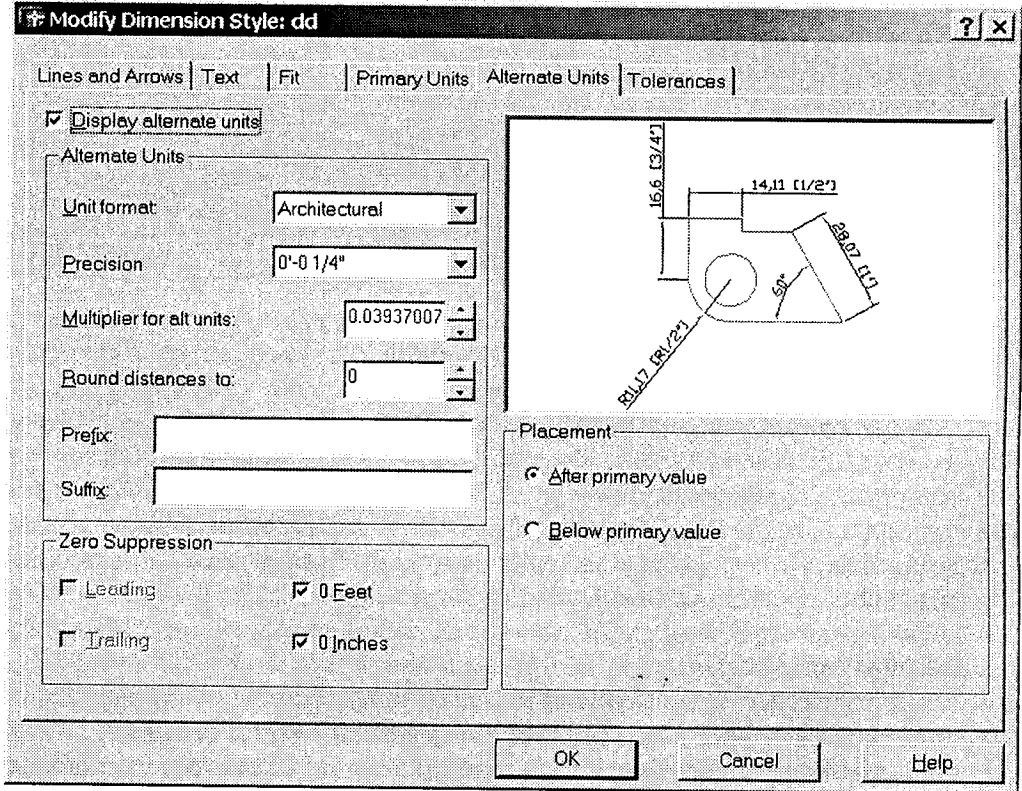

Рис. 8.8
**Вкладка Alternate Units** (Альтернативні одиниці) (рис. 8.8) призначена для керування відображенням у кресленні альтернативних одиниць вимірювання. Наприклад, у кресленні десяткові одиниці можуть використовуватися як основні, а архітектурні — як альтернативні. Альтернативні одиниці проставляються у дужках поряд з основними або під ними. Коли дозволено використання альтернативних одиниць (встановлено прапорець **Display Alternate Units**), опції вкладки **Alternate Units** збігаються з опціями вкладки **Primary Units**.